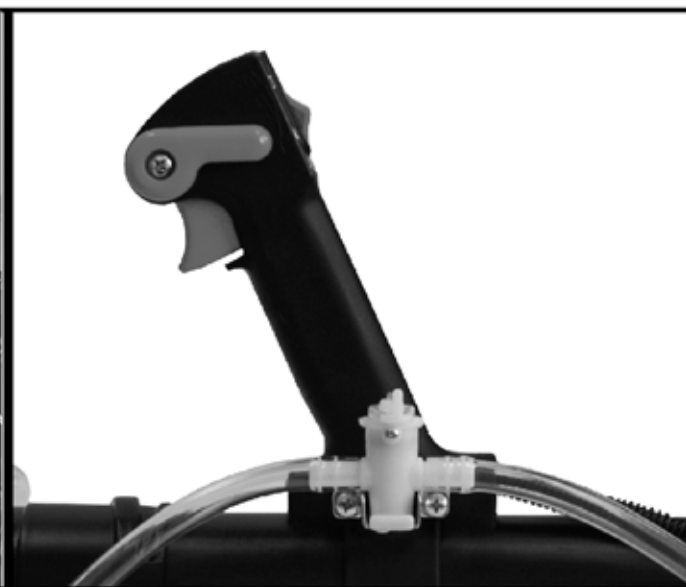

FIGURA 4
2. Velocidad del agua: para ajustar la velocidad del agua, utilice el acelerador para aumentar la velocidad del motor. Ver figura 4.